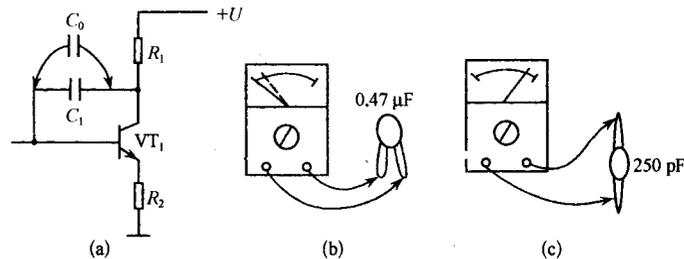

图 1-98 三种检测电容的方法
① 代替检查法。对检测电容器而言,代替检查法在具体实施过程中分成下列两种不同的情况:
a. 如若怀疑某电容器存在开路故障(或容量不足),可在电路中直接用一只好的电容器并联上去,通电检验,如图 1-98(a)所示。电路中, C_1 是原电路中的电容, C_0 是为代替检查而并联上去的质量好的电容, $C_0 = C_1$ 。
② 万用表欧姆挡检测法。这里所要介绍的是电容量均小于 $1\mu\text{F}$ 的电容器检测方法。普通万用表没有电容测量功能, 可以用欧姆挡进行电容器的粗略检测, 虽然是粗略的, 但由于检测方便和能够说明一定的问题, 故普遍采用。用普通万用表检测电容器时采用欧姆挡, 对小于 $1\mu\text{F}$ 电容器用 $R\times 10\text{k}$ 挡, 检测时要将电容器脱开电路后进行, 具体分成以下两种情况:
a. 检测容量为 $6800\sim 1000000\text{pF}$ 的电容器时, 用 $R\times 10\text{k}$ 挡, 红、黑表棒分别接电容器的两根引脚, 在表棒接通的瞬间, 应能见到表针有一个很小的摆动过程, 如图 1-98(b) 所示。如若未看清表针的摆动, 可将红、黑表棒互换一次后再测, 此时表针的摆动幅度应略大一些。若在上述检测过程中表针无摆动, 说明电容器已开路。若表针向右摆动一个很大的角度(表针停在那里不动), 说明电容器已击穿或严重漏电。注意在检测时手指不要同时碰到两支表棒, 以避免人体电阻对检测结果的影响。
b. 检测容量小于 6800pF 的电容器时, 由于容量太小, 充电时间很短, 充电电流很小, 万用表检测时无法看到表针的偏转, 所以此时只能检测电容器是否存在漏电故障, 而不能判断它是否开路, 即在检测这类小电容时, 表针应该不偏转, 若偏转了一个较大角度, 如图 1-98(c) 所示, 说明电容器漏电或击穿。关于这类小电容器是否存在开路故障, 用这种方法是无法检测的, 可采用代替检查法, 或用具有测量电容功能的数字式万用表来测量。
③ 万用表电容测量功能检测法。一些万用表上设有电容器容量测量功能, 此时可以用这一功能挡来检测电容器, 具体方法是将电容器的两根引脚插入万用表的有关孔中, 选择适当测量量程, 若指示的电容量大小等于电容器的标称容量, 说明电容器是好的, 若测量的容量远小于标称容